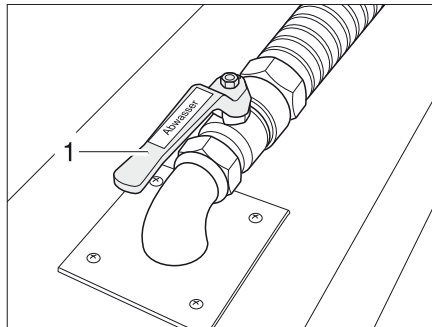

Bild 352 Avloppsventil
Avloppsventilen (Bild 352,2) sitter i dubbelgolvet. Avtappningskranen är svart och märkt med texten "Abwasser" ("Avloppsvatten").
- Öppna avloppsventilen (Bild 352,1). Avloppsvattnet rinner ut.